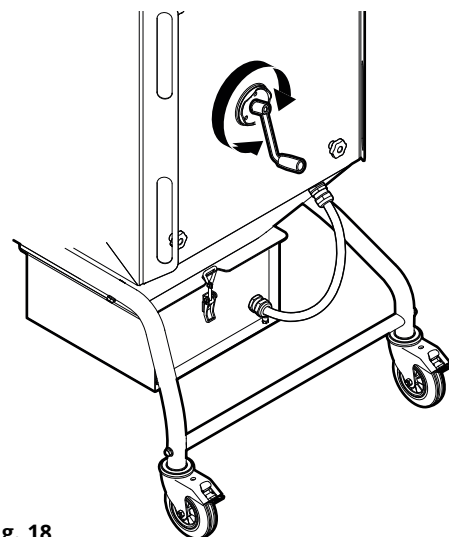

Fig. 18
2. Die Filterpatrone mit der Kurbel um ca. 5 Umdrehungen drehen. Siehe Fig. 18.